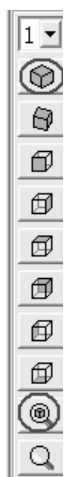
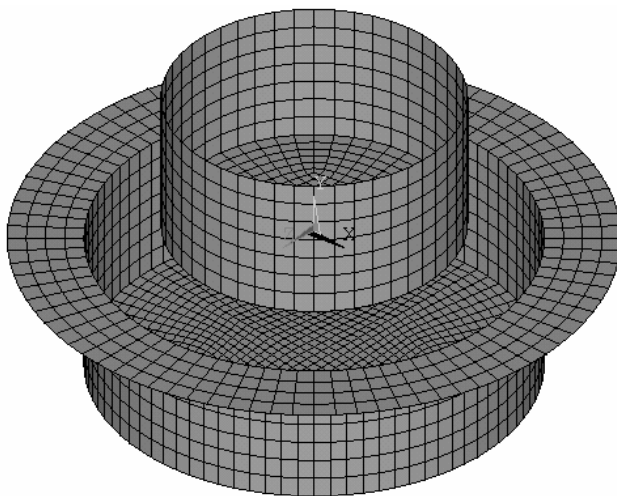

图 10-85 视图工具条
图 10-86 划分网格后的上、下模
(10) 单击视图工具条中的 “Isometric View” 按钮和 “Fit View” (见图 10-85), 图形窗口显示出上、下模的细节 (见图 10-86)。
(11) 依次选择 Utility Menu>Plot>Areas。
(12) 依次选择 Main Menu>Preprocessor>Meshing>Mesh Attributes>Default Attrs, 弹出 “Meshing Attributes” 窗口。在该窗口 “[TYPE] Element type number” 后的方框中选择 “1 SHELL163”, 在 “[MAT] Material number” 后的方框中选择 “2”, 然后单击 “OK” 按钮。